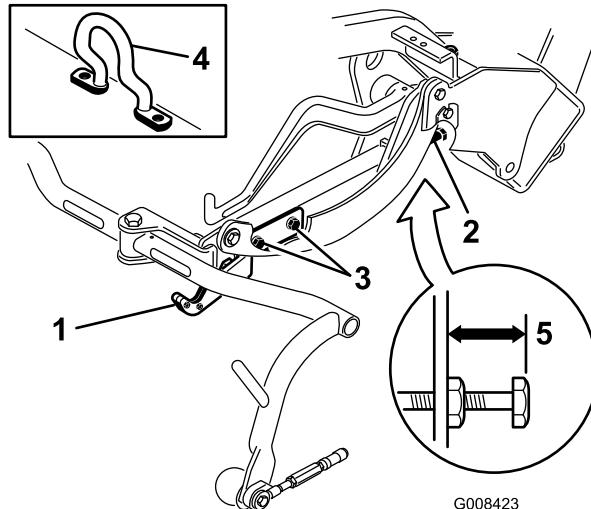
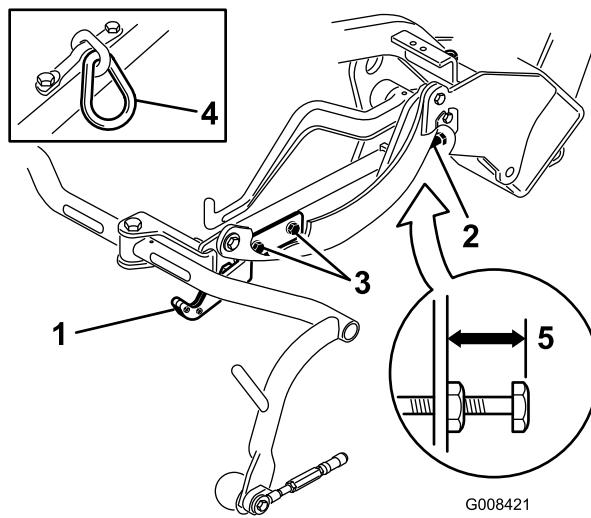
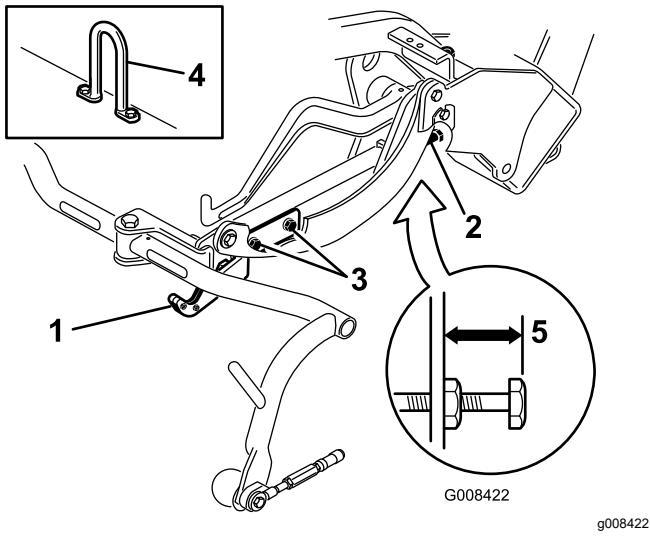

Figura 11
Figura 12
Figura 13
3. Em unidades de corte equipadas com um elo de corrente ou um cilindro de elevação reto (Figura 12 e Figura 13, em destaque) verifique se a distância a partir da parte superior do parafuso de ajuste da estrutura de suporte até à parte posterior da estrutura de suporte é de 22 mm. Se a distância não for de 22 mm, passe ao passo 4. Se a unidade de corte estiver equipada com uma articulação de elevação desviada (Figura 11), avance para o passo seguinte.
4. Desaperte os parafusos de montagem da placa de transporte (Figura 12, Figura 13 e Figura 11).
7. Se as estruturas de suporte não estiverem à mesma altura, desaperte a porca de bloqueio no parafuso de ajuste da estrutura de suporte (Figura 11, Figura 12 e Figura 13). Rode o parafuso para fora para elevar e para dentro para descer. Aperte a porca de retenção após ajustar a altura devida.